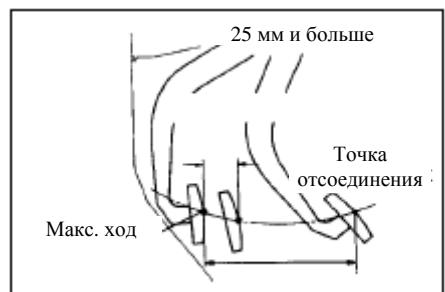

Рис.100
- (6) Проверьте точку разъединения сцепления. (рис.100)